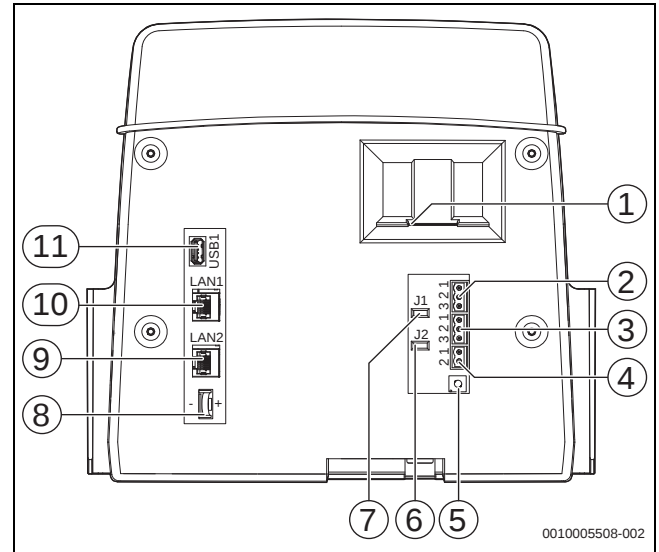

Bild 11 Anschlüsse der Bedieneinheit BCT531 (Rückseite Touchscreen)
Jedes Regelgerät stellt einen BUS-Teilnehmer am CBC-BUS dar, der mit einer CBC-BUS-Adresse eindeutig im BUS zugeordnet wird. Die Einstellung der Adresse erfolgt auf der Rückseite des BCT531 (→ Bild 11, [5], Seite 15).
- 2 USB-Schnittstellen (frontseitig → Bild 1, [5], Seite 8, und rückseitig → Bild 11, [11]) für Servicezwecke (Software-Updates bzw. PC-Bedienung über Web-Browser)
- Eine EMS-Schnittstelle zum Anschluss eines EMS-Gas-/Öl-Wärmeerzeugers → Bild 11, [4] (z. B. Logamax plus GB162 oder Logano plus GB212)
- Eine Modbus-Schnittstelle zur Kommunikation mit übergeordneter Regelung (→ Bild 11, [10])
- Ein SD-Karten-Slot zur Datenaufzeichnung (FAT32, max. 32 GB), (→ Bild 11, [1])